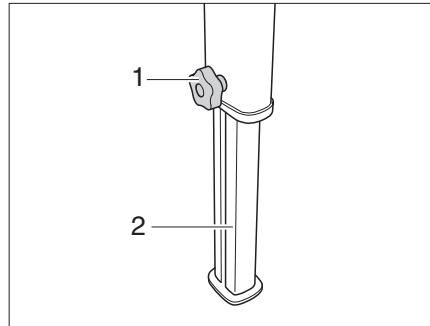

Figura 37 Mesa colgante con pie telescópico (opcional)
- Afloje la perilla de estrella (Figura 37,1).
- Ajuste el pie telescópico (Figura 37,2) para que el tablero de la mesa esté nivelada.
- Apriete la perilla de estrella (Figura 37,1).